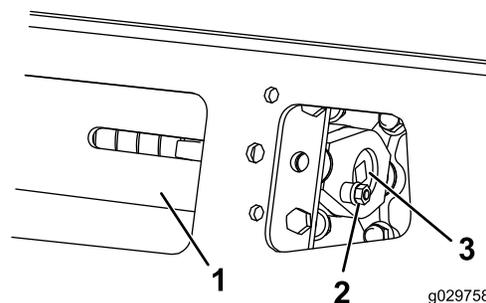

Figura 59
- Rimuovete il bullone di bloccaggio, il distanziale e il dado (Figura 59).
- Allineate l'intaglio più vicino della vite di tensione al foro del bullone di bloccaggio e fissate la vite con il bullone di bloccaggio e il dado (Figura 59).
4. Togliete il bullone di bloccaggio e il dado (Figura 59).
5. Utilizzando un cricchetto di trasmissione da 1/2", rilasciate la tensione di trasmissione ruotando la vite di tensione in senso orario (Figura 59 e Figura 65).